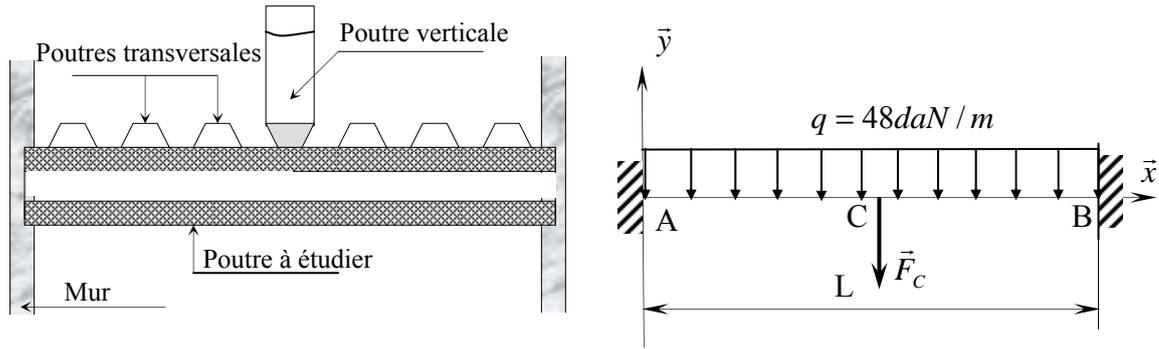

Fig.1
Une poutre (2), est encastrée en A et B au bâti 0, elle est soumise à une charge répartie p sur toute sa longueur L , et une charge concentrée verticale \vec{F}_C appliquée à son milieu comme le montre la figure 1 .